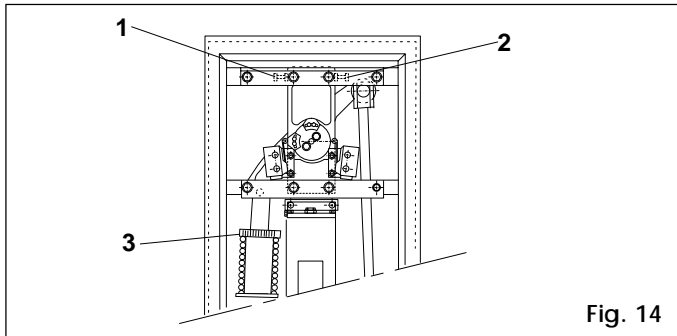

Fig. 14
- 5) Régler les butées mécaniques de fin de course d'ouverture et de fermeture comme indiqué en fig. 14 (rep.2). Vérifier l'équilibrage de la lisse selon les indications du chapitre 4.4.
- 2) Ajuster l'écrou de précontrainte (rep. 3 Fig. 14).